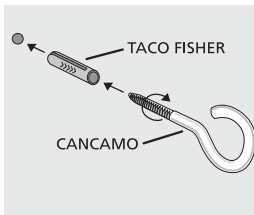

fig. 2
2. Introduzca el taco fisher en la perforación y luego enrosque el cancamo, como se muestra en la **fig. 2** (el taco fisher y el cancamo vienen pegados en el espaldar de la cocina)